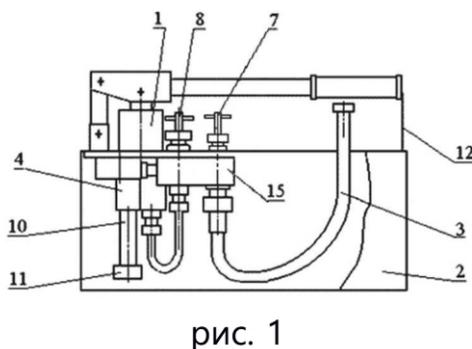

рис. 1
5.1 Общий вид опрессовщика представлен на рис. 1